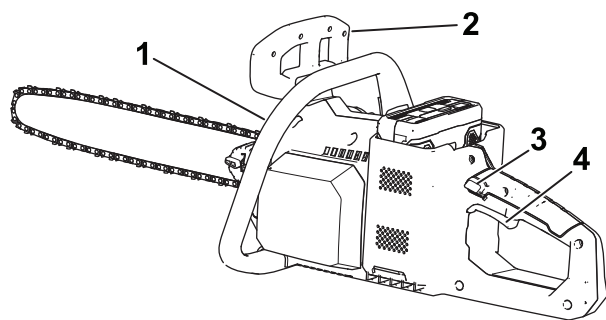

Figure 10
7. Tenez la poignée avant d'une main et la poignée arrière de l'autre, appuyez sur le verrou de gâchette puis serrez la gâchette (Figure 10).